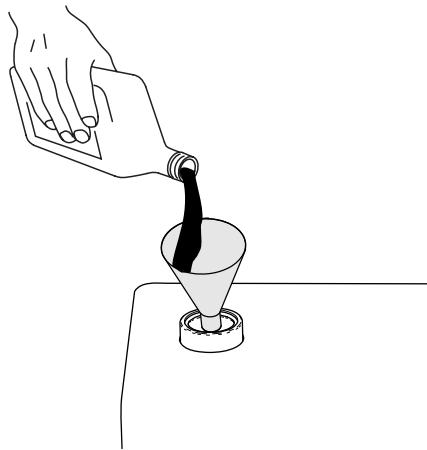

図 113
7. オイル量がディップスティック下側マークよりも少ない場合は、所定の油圧オイルを補給する図 113。オイル量が2本のマークの間に来るまでステップ4-6を繰り返す。